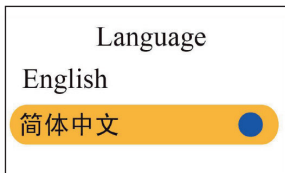

Figura 4.10C Impostazione lingua
- **Lingua:** Il presente ossimetro è provvisto di visualizzazione in due lingue: Inglese e Cinese Semplificato; l'impostazione predefinita è "Inglese", come mostrato nella figura 4.10C.